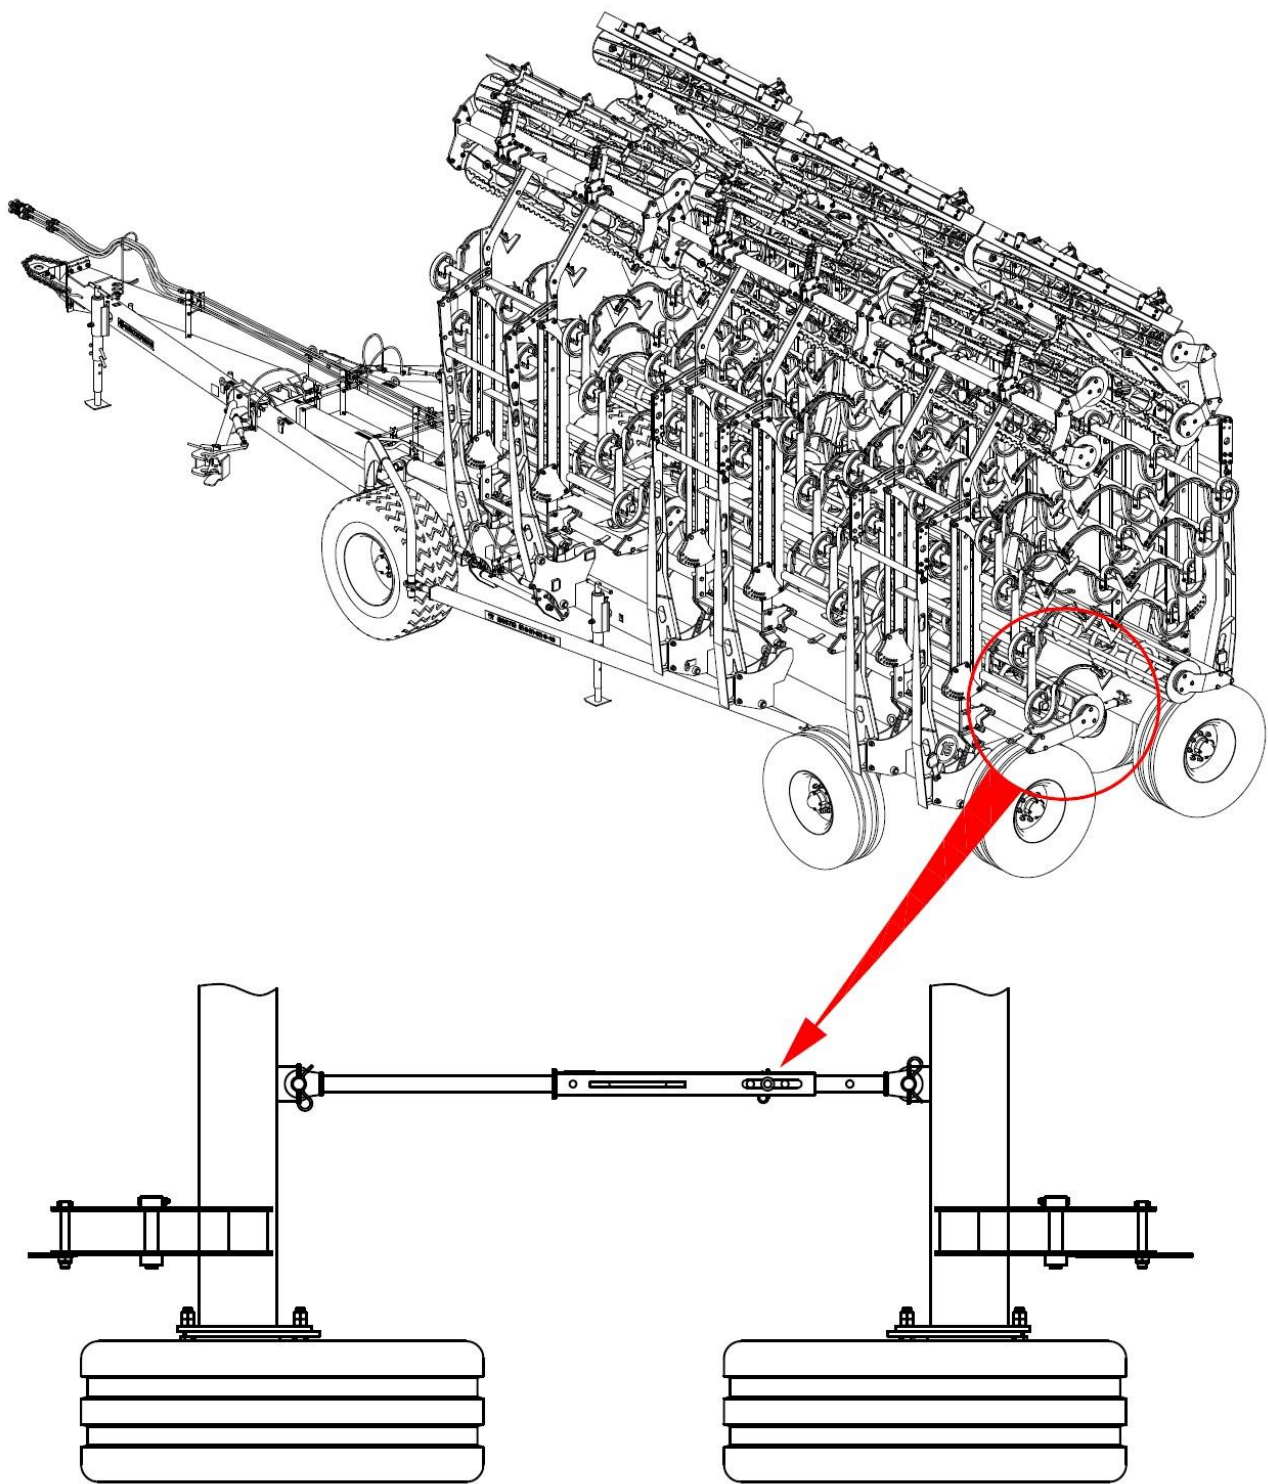

Рис.14.4 Установка блокирующей распорки.
-установить распорку на боковых балках (рис.14.4).